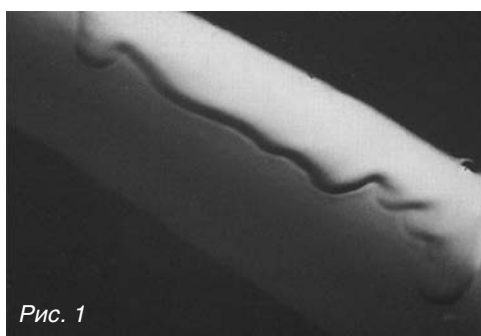
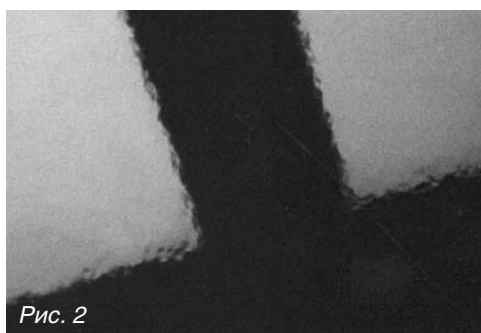

Рис. 1
Рис. 2
- Выдержку между слоями при нанесении эмали следует делать около 10 мин. при 20°C. Покрытие должно быть "сухим на отлип". В этом случае краска будет правильно ложиться, не создавая подтеков (рис. 1) или шагрени (рис. 2).